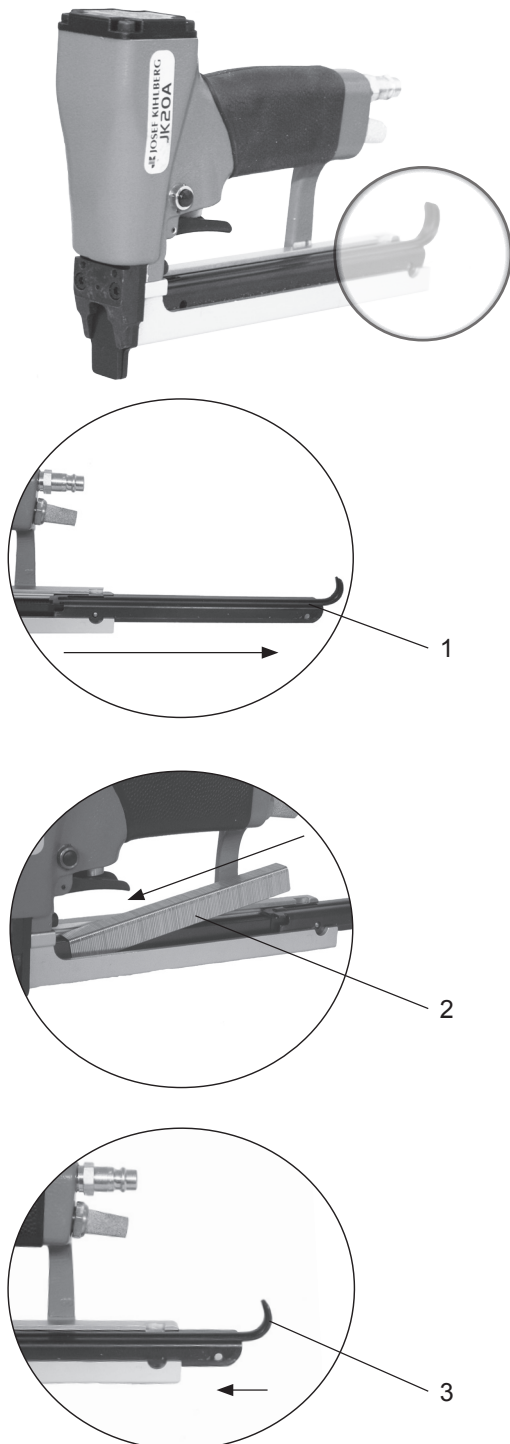

Fig. 4
1. Den Magazindeckel ganz herausziehen (Fig. 4/1)